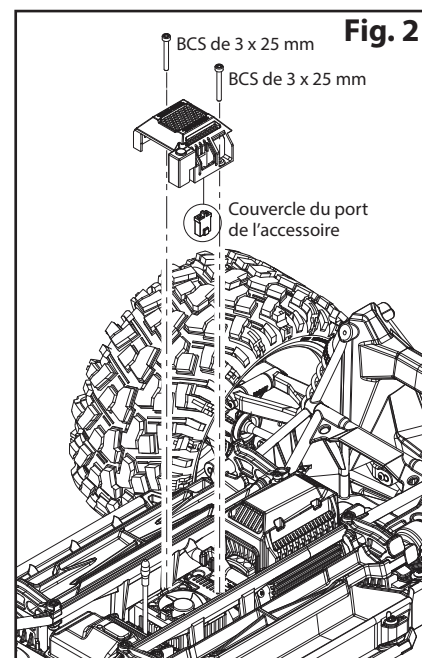

Fig. 2
2. Retirez les BCS de 3 x 25 mm (2) du contrôleur de vitesse électronique (ESC) pour retirer le couvercle du ventilateur (Fig. 2).
3. Retirez le couvercle du port de l'accessoire (Fig. 2), puis réinstallez le couvercle du ventilateur sur l'ESC à l'aide des BCS de 3 x 25 mm. Assurez-vous de ne pas pincer les câbles de l'ESC pendant la réinstallation.